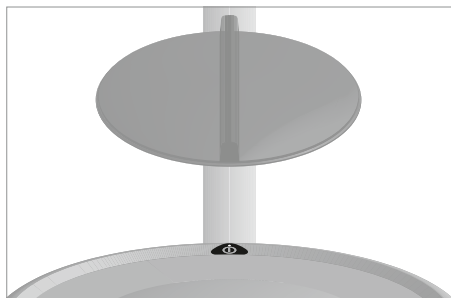

Fig. 3: Ranger le recouvrement de la loupe.
- Comprimez la partie supérieure du recouvrement de la loupe, voir Fig. 3.
- Fixer le recouvrement de la loupe sur les tiges du luminaire, voir Fig. 3.